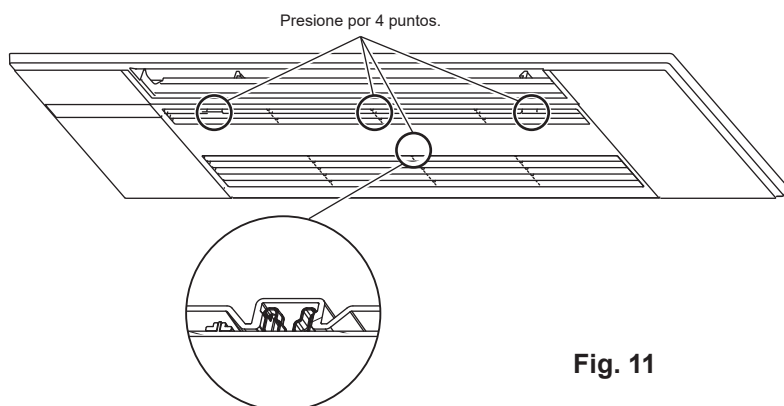

Fig. 11
14. Cierre la rejilla de entrada. (Fig. 11)